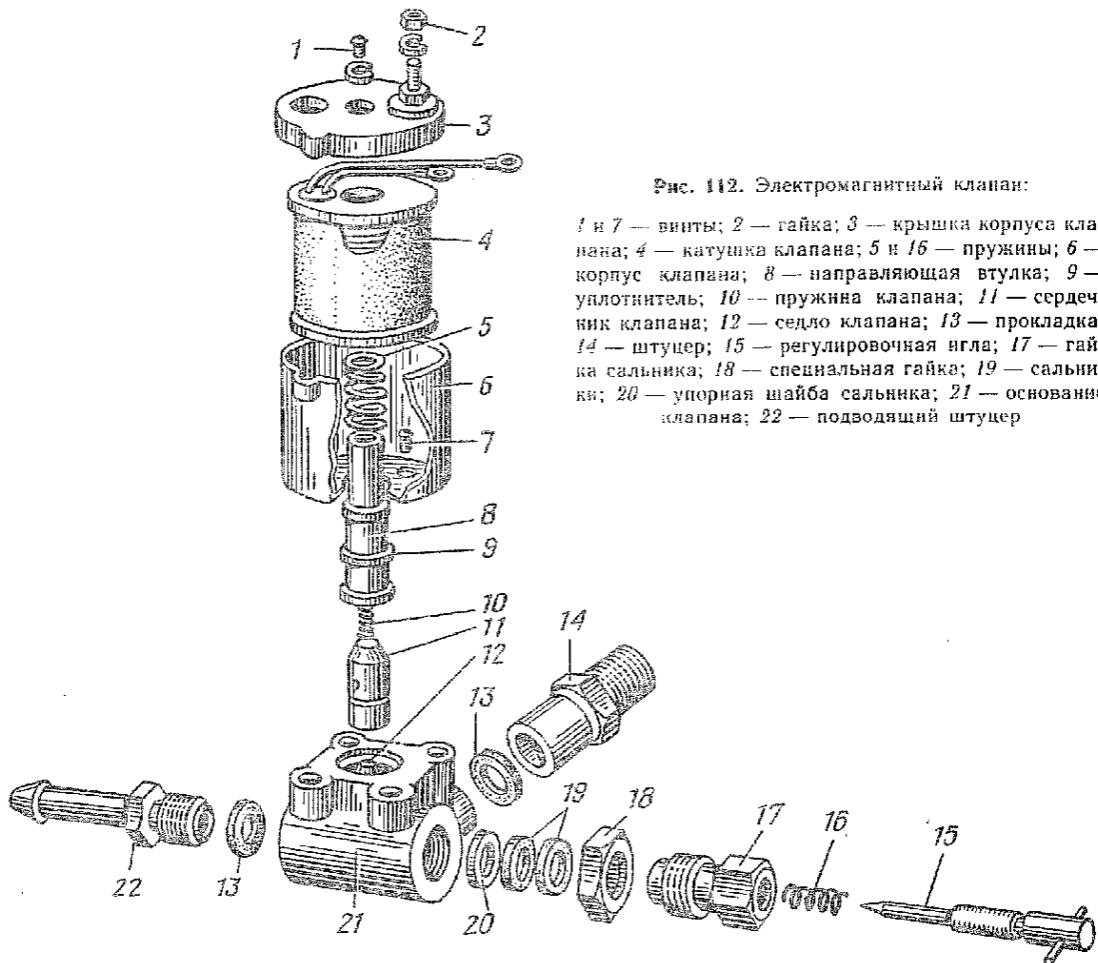

Рис. 112. Электромагнитный клапан:
Примечание. Разбирать (полностью или частично) электромагнитный клапан следует лишь при необходимости устранения следующих неисправностей: засадение сердечника 11 (рис. 112) клапана в направляющей втулке 8, течь бензина через прокладки 13 и сальник 19, механические повреждения деталей клапана, межвитковое замыкание в катушке клапана и обрыв проводов.
3.1.1. Установить прокладку 13 (рис. 112) и ввернуть до отказа подводящий штуцер 22 (тиски 1-150, накладки для губок тисков, ключ 12).